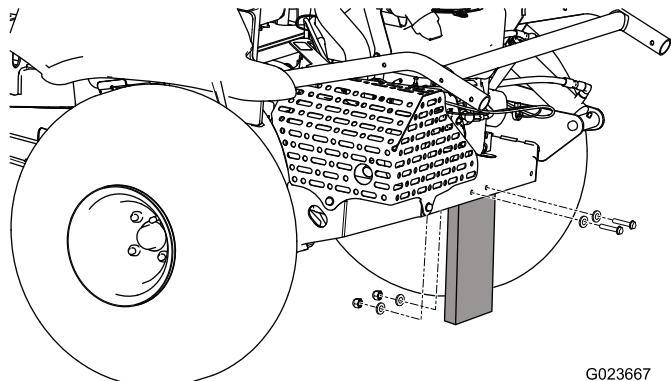

図 3
2. 出荷用ボードとブロー後部とを接続しているナット、ボルト、ワッシャを取り外す  図 3。